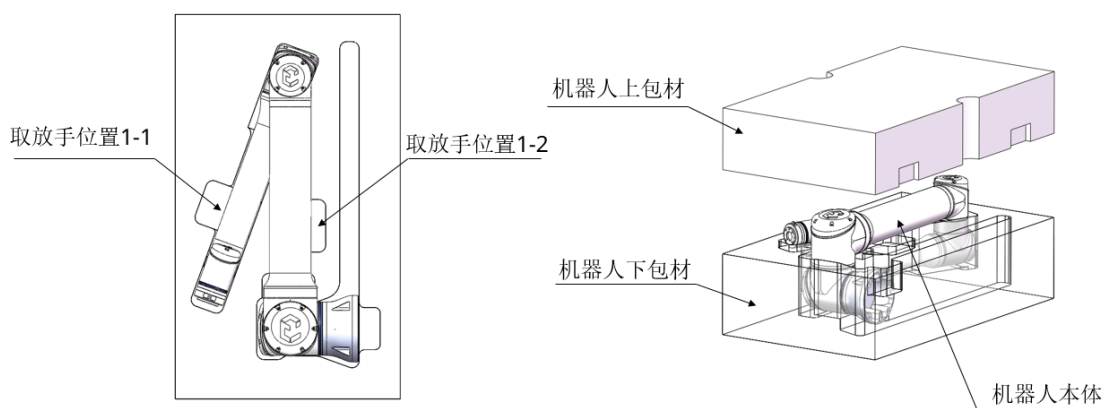

图 6-1: 机器人打包图
- CS612AZ 机器人的打包姿态角度是：(A1: 180°, A2: -180°, A3: 250°, A4: 0°, A5: 0°, A6: 0°)，如图 6-1所示；